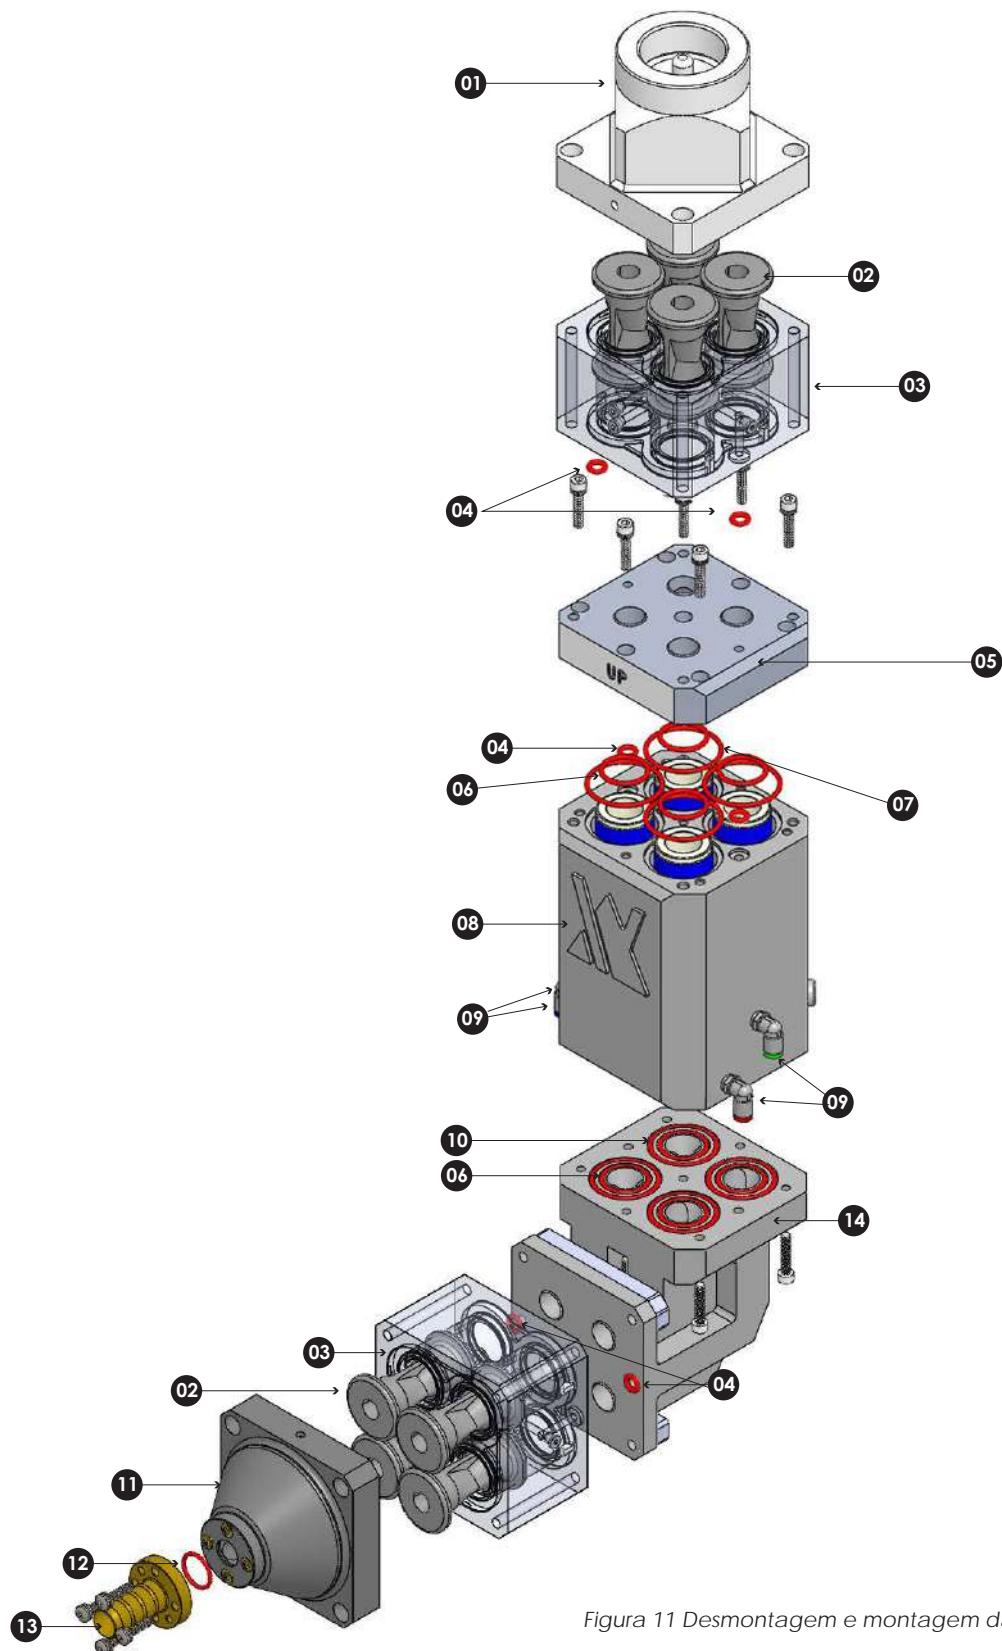

Figura 11 Desmontagem e montagem da bomba
6. Ver Figura 11. Começando com a fluidização tubos, desmonte a bomba como indicado.